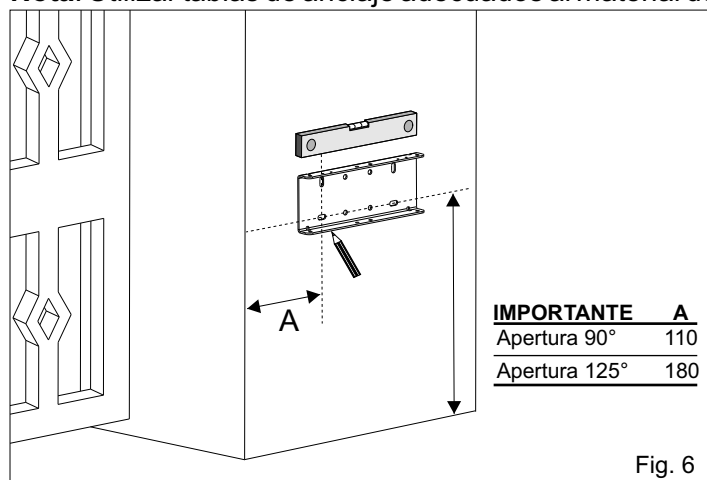

Fig. 6
- Posicionar la placa de anclaje en el pilar y fijar la posición horizontal "A" según la abertura máxima a ejecutar usando como referencia el tablero, Fig.6.